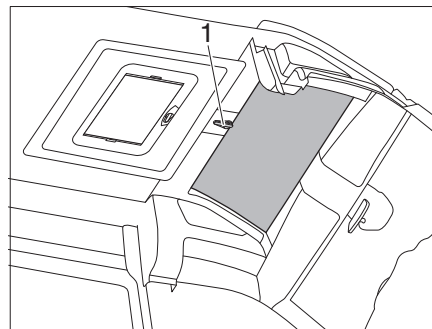

Bild 69 SkyRoof®
- Riegel öffnen und Kurbel (Bild 69,1) um eine halbe Umdrehung aufdrehen.